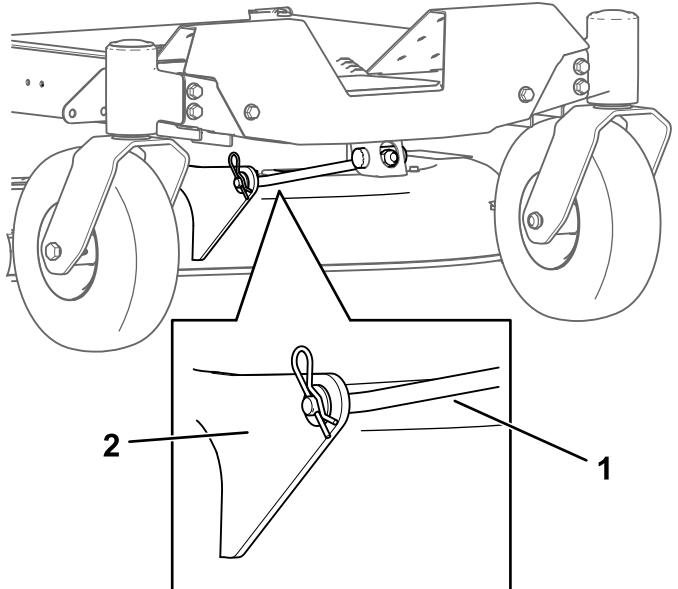

Bild 72
4. Entfernen Sie den Splint von der vorderen Stützstange und nehmen Sie die Stange aus der Mähwerkhalterung (Bild 72).
- Befestigen Sie die vordere Stützstange mit den Lastösenbolzen und Splints am Mähwerk (Bild 72).